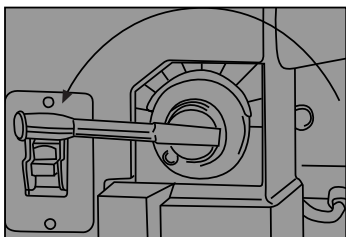

Figura 14
2. El control de velocidad puede utilizarse en cualquiera de las 10 velocidades que vienen determinadas. Para establecer una velocidad, jale la palanca (1) y gírela a la siguiente velocidad. Utilice la placa índice (2) para determinar la velocidad del torno.
4. Debe bajar a la velocidad más baja antes de apagar el torno, si no, el motor no arrancará. (Figura 14)